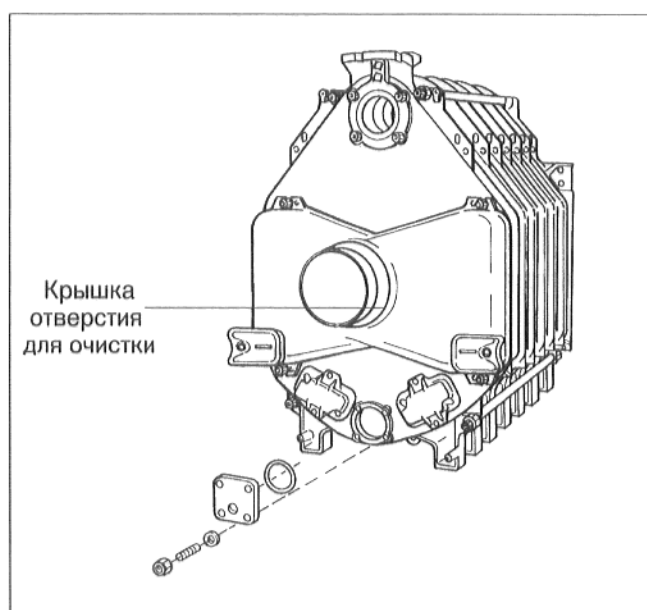

Рис. 18
- Вложить уплотнения в паз вокруг отверстий для очистки (рис. 18).
- Насадить крышку для отверстия очистки на шпильки соответственно изображению на рис. 18. Надеть на шпильки шайбы и закрепить крышку гайками.